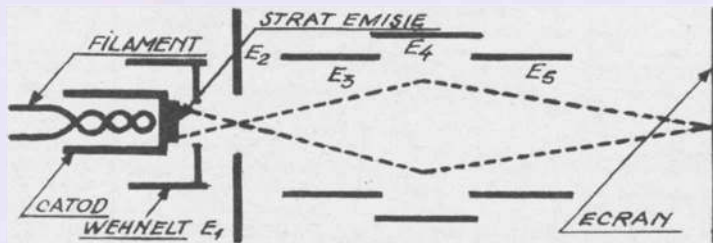

Fig. 2. Secțiunea schematică în tunul electronic.
**Antena pentru patru benzi (fig. 2)** funcționează satisfăcător pe 80, 40, 20 și 15 m reprezentând o soluție de compromis și de aceea în linia de alimentare vom avea unde staționare mai mult sau mai puțin intense de la o bandă la alta. Linia de alimentare poate avea orice lungime și se confecționează din «panglică» de televiziune de 300 ohmi. Pentru a reduce perturbațiile radio și TV și în vederea unei adaptări cit mai bune, linia de alimentare se cuplează la emițător printr-un circuit simetric compus din două circuite Pi. Antena poate fi folosită și pentru lucrul în banda de 10 m dar randamentul este mai scăzut.